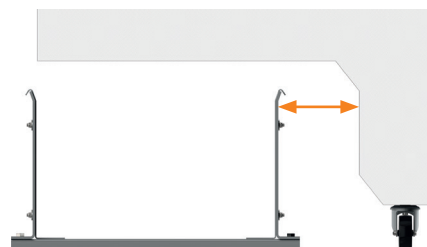

Abb. 3
- So gerade wie möglich, um Reibung zwischen den Seitenbändern und den Wänden des Kanals zu vermeiden (**Abb. 3**)